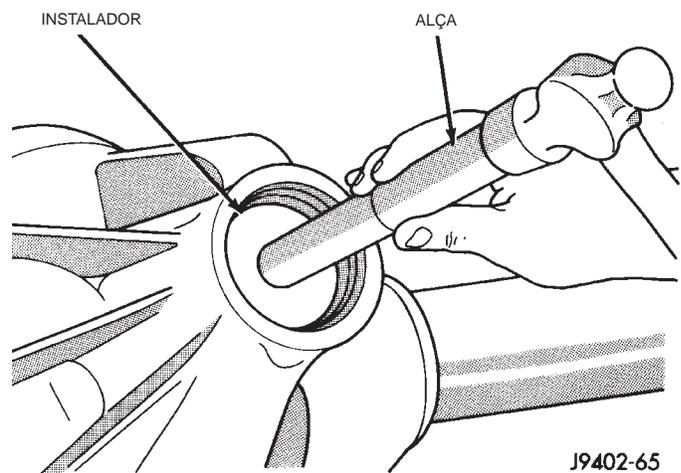

Fig. 30 Instalação da Tampa do Rolamento Dianteira do Pinhão
(3) Aplique Mopar® Door Ease ou equivalente, coloque lubrificante fora da superfície da tampa do rolamento.
(4) Instale a tampa do rolamento traseira do pinhão com o Instalador D-130 e a Alça C-4171 (Fig. 30).